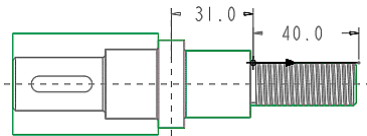

图 10.3.32 截面草绘
Step6. 在“螺纹车削”操控板中单击 **参考** 按钮，激活 **车削轮廓** 列表区，在系统 **选取车削轮廓。** 的提示下，单击  按钮，在弹出的菜单中选择  按钮，系统弹出的“车削轮廓”操控板。依次单击操控板中的   按钮，系统弹出的“草绘”对话框。选取 NC_ASM_RIGHT 基准平面为草绘参考，方向选为 **右**。单击 **草绘** 按钮，进入草绘环境后，绘制图 10.3.32 所示的截面草绘。